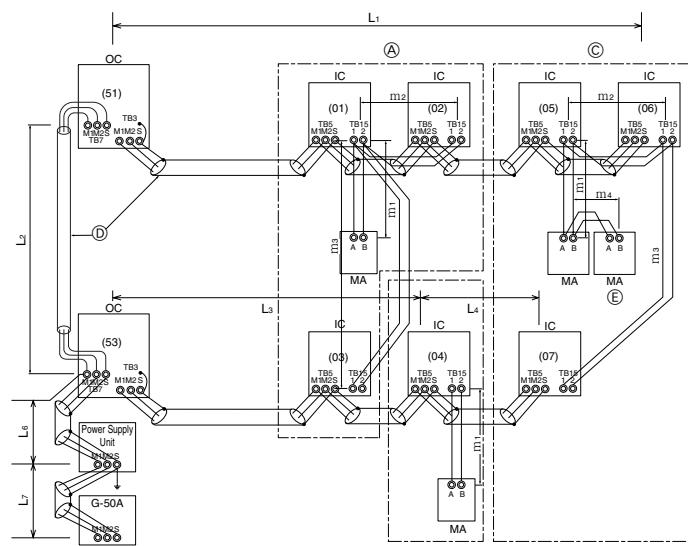

Fig. 6-3
■ Τηλεχειριστήριο MA (Fig. 6-3)